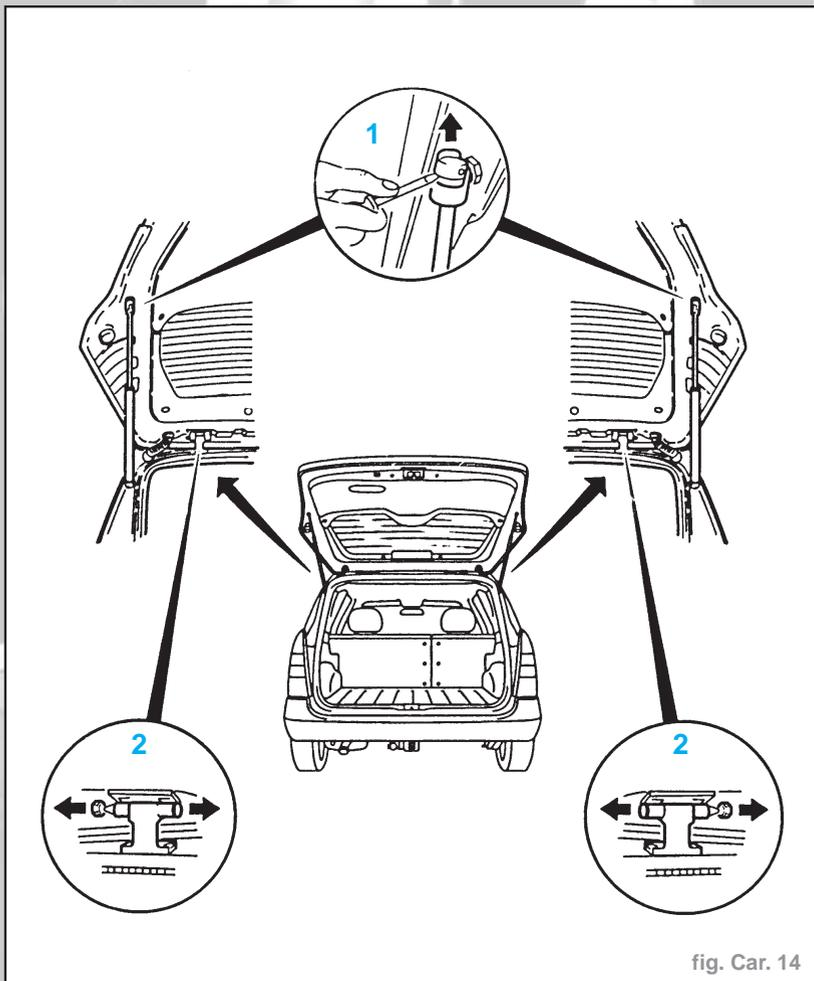

fig. Car. 14
- Déposer le revêtement intérieur du hayon arrière. Déposer le flexible du gicleur d'essuie-glace, soulever les agrafes de retenue et enfoncer le ressort pneumatique du coussinet sphérique (1). Dégraffer et retirer les axes de charnière (2), débrancher les fiches du faisceau de câbles et enlever le hayon arrière (2ème monteur) (fig. Car. 14).